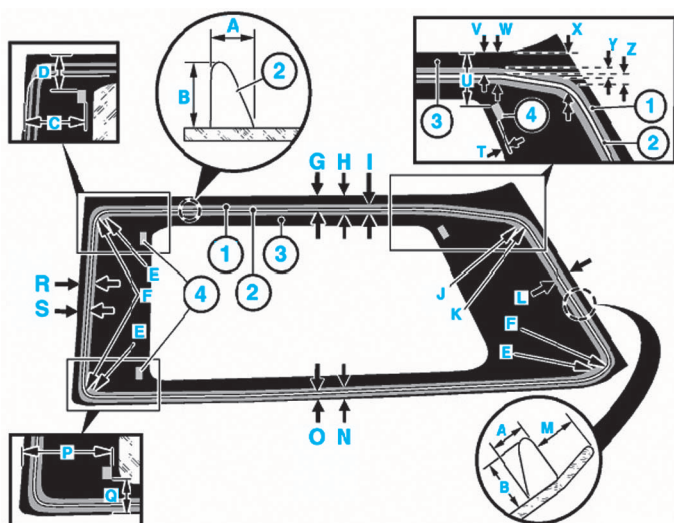

FIG. 56
- Préparer les surfaces comme illustré sur le schéma (Fig.56).